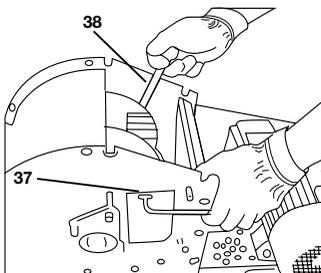

Figura 31
- Gire el rotor de forma que un eje del martillo quede visible por el orificio (véase la Figura 31).
- Afloje y desatornille el tornillo de cabeza cónica (37) (SW 6) en el eje del martillo (véase la Figura 31).
- Al otro lado del tornillo de cabeza cónica, sobre el eje del martillo se encuentra una superficie de llave, que puede sujetarse con una llave abierta (38) (SW 13) (véase la Figura 31).